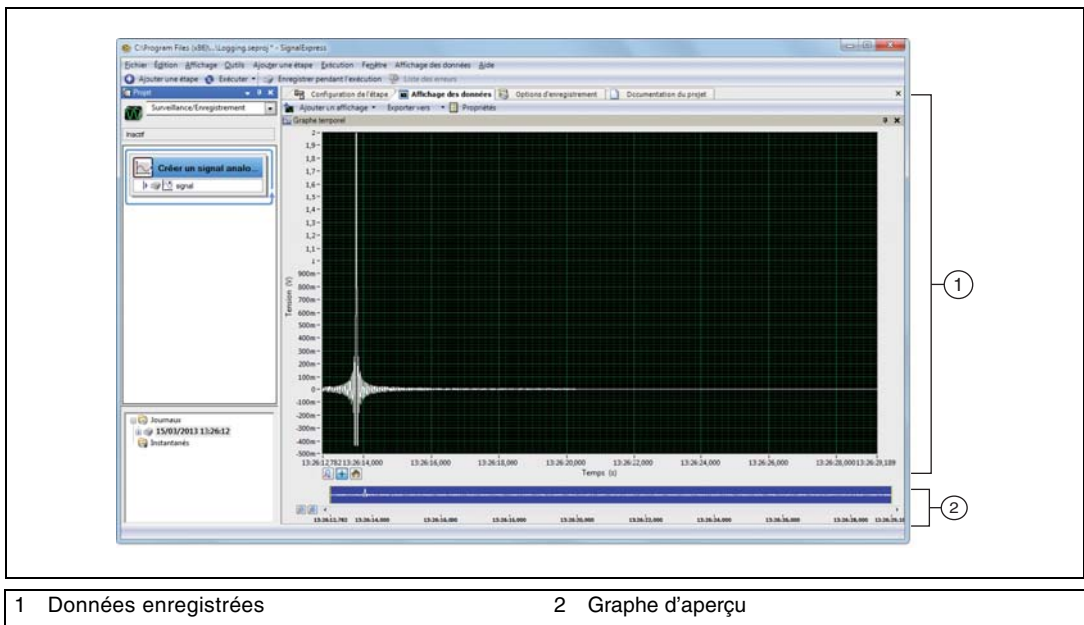

Figure 4-2. Logging.seproj
2. La fenêtre **Données enregistrées** présente la liste de toutes les données enregistrées dans le projet actuel. Sélectionnez le journal de données que vous venez d'enregistrer dans la fenêtre **Données enregistrées** et faites-le glisser dans l'onglet **Affichage des données**. L'onglet **Affichage des données** affiche les données enregistrées et un graphe d'aperçu, comme le montre la figure 4-2 dans laquelle l'aide contextuelle est fermée. Il se peut que le signal qui apparaît sur l'onglet **Affichage des données** diffère du signal montré sur la figure 4-2 en fonction de la durée de votre enregistrement.